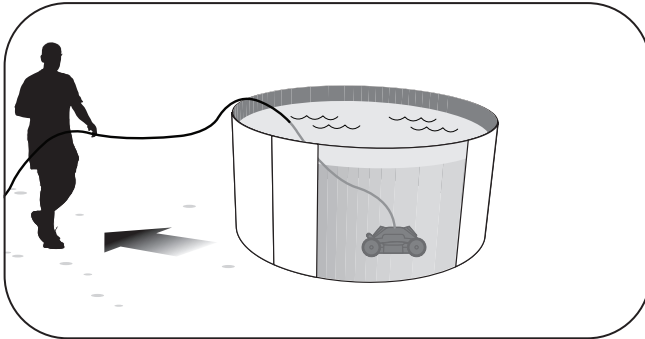

Figura 10. Traiga el limpiador al borde de la piscina
1. Tire suavemente del cable flotante para traer el limpiador al alcance del brazo (Figura 10).